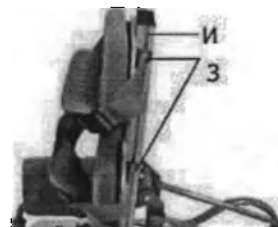

Рис. 109
10) Регулировка ремней (рис.109)